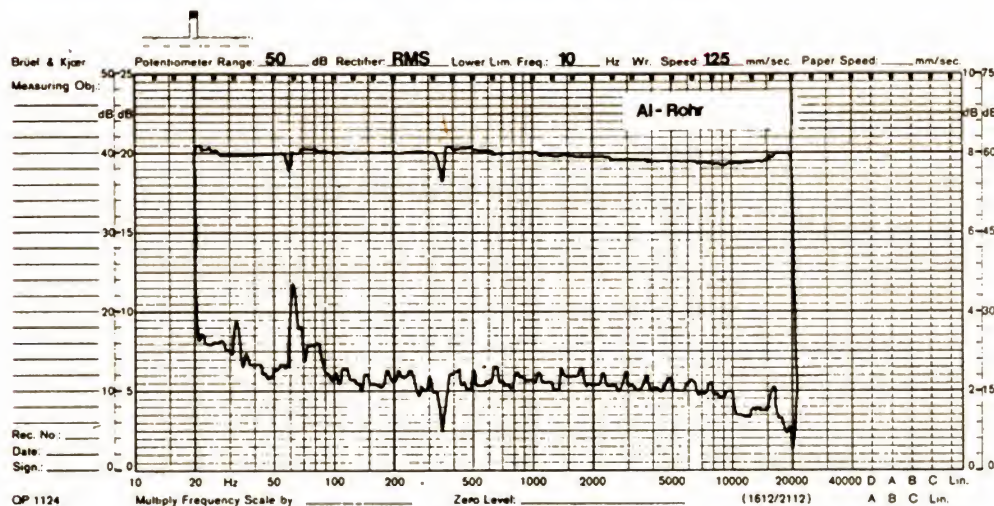

Fig. 6
60-80 Hz, les bras de lecture élaborés à partir de ce matériau ne présentent plus de résonances de flexion mesurables ; il en est de même pour les résonances de torsion entre 300 et 400 Hz. Les caractéristiques de poids et de rigidité de cet alliage sont nettement supérieures à celles de l'aluminium ou de la fibre de carbone, ce qui entraîne un taux de diaphonie plus bas (figures 6, 7 et 8).
Fig. 6, 7 et 8. - Courbes de réponse et de résonances parasites d'un bras en aluminium (6), d'un bras en fibres de carbone (7) et d'un bras en alliage XM 300 (8).